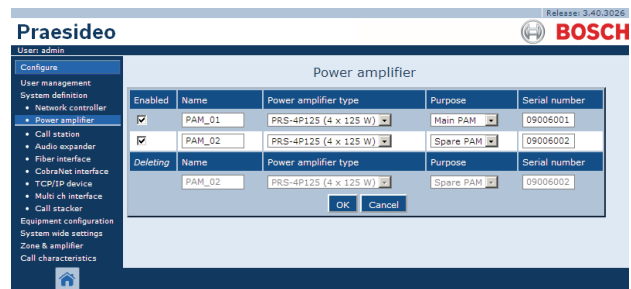

figura 43.10: Eliminar un amplificador de potencia, paso 3
- Haga clic en el botón *Delete*. Aparece una pantalla similar a la mostrada en figura 43.10 en el cuadro principal de la interfaz Web.